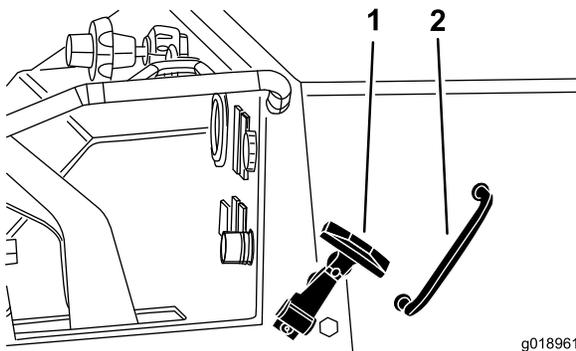

Figure 23
1. Tirez le verrou du capot en caoutchouc de chaque côté du capot pour la dégager du support sur le capot (Figure 23).